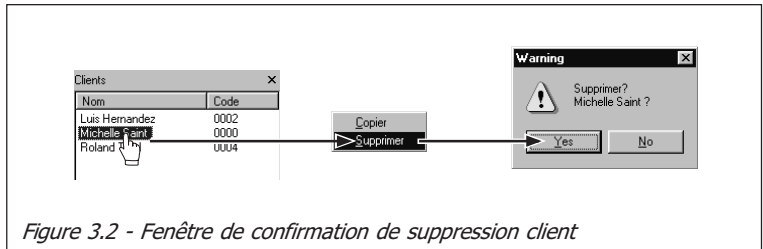

Figure 3.2 - Fenêtre de confirmation de suppression client
- **Supprimer** - Cette commande permettra de supprimer le client sélectionné et par conséquent de le supprimer de la Database (voir Figure 3.2).